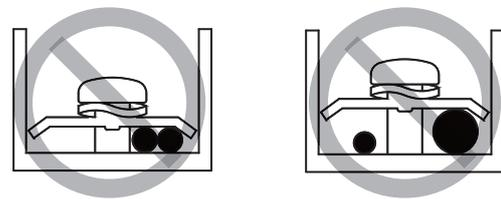

Figura 7.2
- Non collegare due cavi di alimentazione di diametro diverso allo stesso terminale di alimentazione. In caso contrario, i fili potrebbero surriscaldarsi a causa del cablaggio allentato (cfr. Figura 7.2).